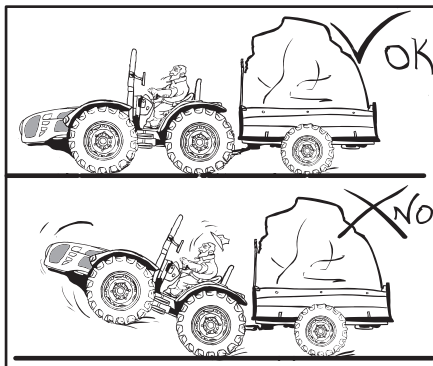

Abb. 2.21
- Nur mit der Zugstange schleppen. Das Schleppen an anderen Punkten kann zum Umkippen des Traktors führen (Abb. 2.21).